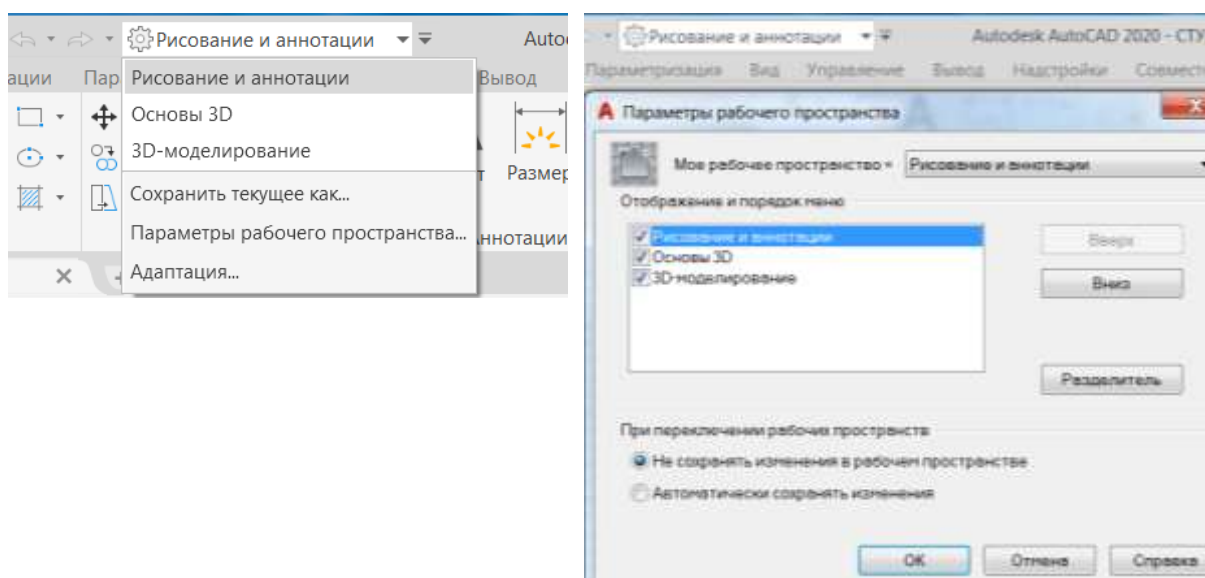

Рис. 11. Выбор рабочего пространства через панель быстрого доступа
10.1. Панель быстрого доступа (рис. 11).